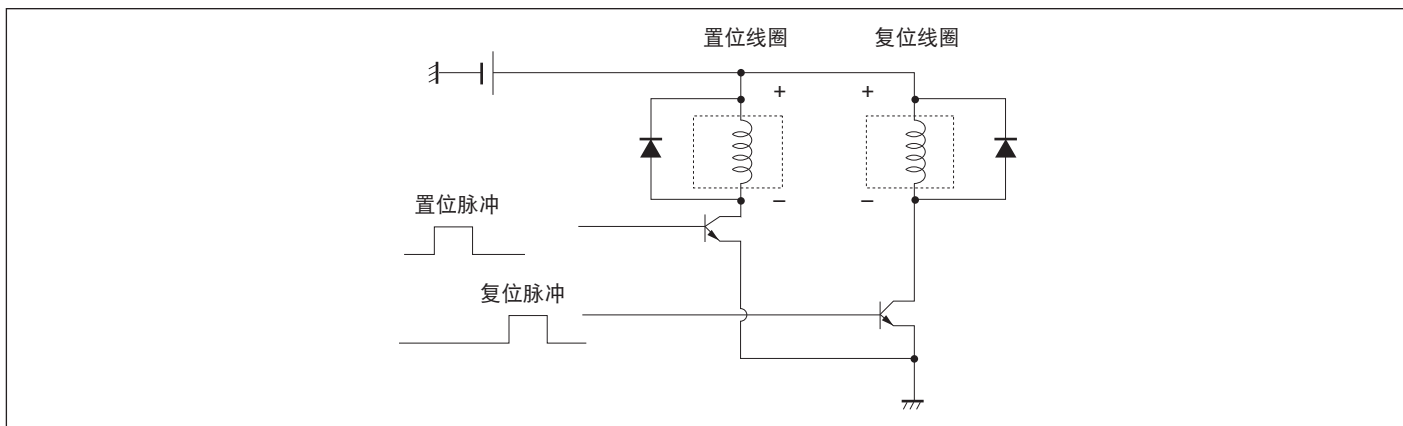

图8 磁保持继电器的驱动电路（双线圈磁保持示例）
- ①由于继电器线圈具有电感性阻抗，当电路打开时将产生反电动势。该电压或会损坏继电器激励晶体管，因此每个线圈都并联一个二极管。但是，对于单线圈磁保持继电器，则不能使用二极管，因为线圈的电流方向是反向的。因此，如果使用单线圈磁保持继电器，应选择具有足够反向击穿电压的晶体管。
- ②磁保持继电器由脉动的线圈电压驱动。该驱动电压的脉冲宽度必须为10ms或更大。如果脉冲太短，继电器可能不工作。
- ③按继电器内部连接图所载的极性对线圈施加电压。对于双线圈磁保持继电器，施加电压时切勿使置位线圈和复位线圈同时通电。（见图8）